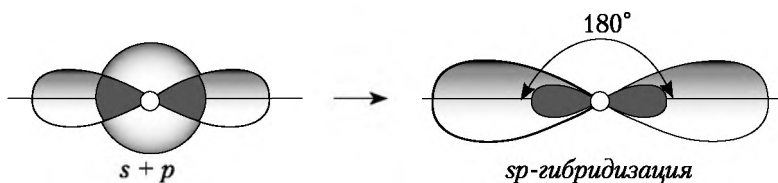

Рис. 4.5. Схема  $sp$ -гибридизации
***sp*-Гибридизация.** Одна  $s$ -орбиталь и одна  $p$ -орбиталь превращаются в две одинаковые «гибридные» орбитали, угол между осями которых равен  $180^\circ$ , т.е. в которых осуществляется  $sp$ -гибридизация, имеют линейное строение (рис. 4.5).